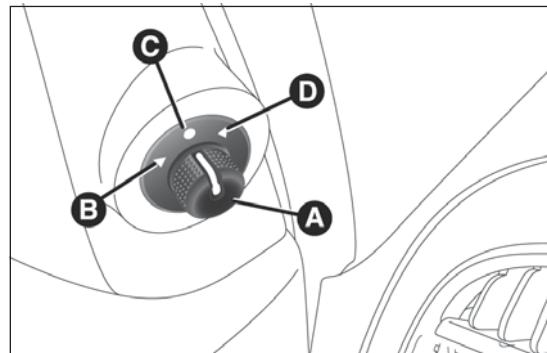

fig. 36
- mediante il dispositivo A fig. 36 selezionare lo specchio desiderato (destro o sinistro);